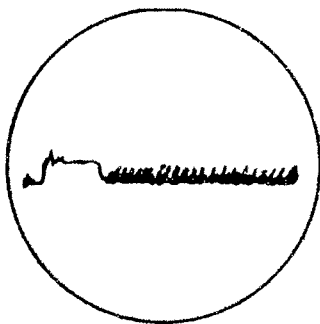

Fig 12.
36. Minska uteffekten från kontrollsändaren så att kontrollsändarpulsens amplitud är hälften av tidigare inställd värde. Se fig 12.
51. Sänk uteffekten från kontrollsändaren så att kontrollsändarpulsens amplitud sjunker till hälften av tidigare inställt värde. Se fig 12.